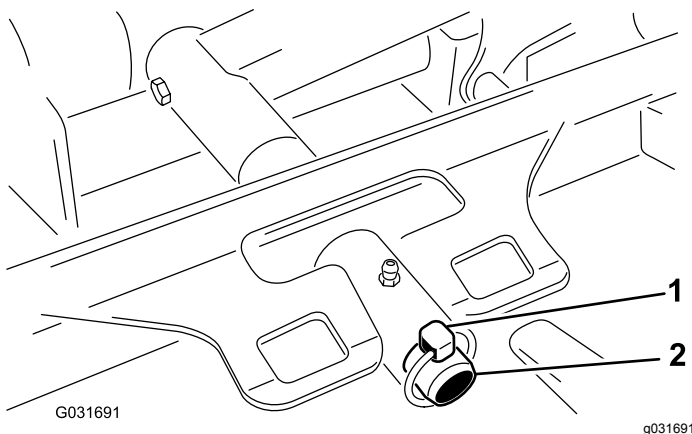

Figura 80
3. Retire el pasador de seguridad que sujeta el bastidor de tiro de la carcasa a la barra de giro del brazo de elevación (Figura 80).
3. Desplace el bastidor de tiro de la carcasa sobre la barra de giro del brazo de elevación y fíjelo con el pasador de seguridad (Figura 80).